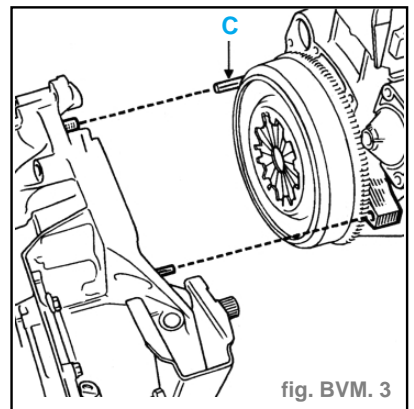

fig. BVM. 3
- Désaccoupler la boîte du moteur en ayant retiré les goujons (**C**). (fig. BVM. 3)